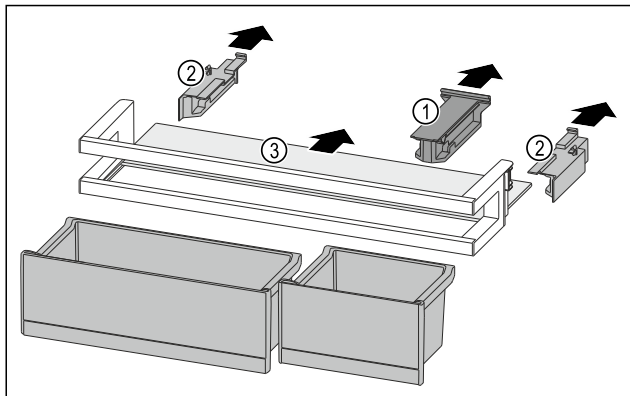

Fig. 248
- ▶ Držák Fig. 248 (1) stáhněte.
- ▶ Boční díly Fig. 248 (2) stáhněte.
- ▶ Odkládací plochu Fig. 248 (3) odeberte.